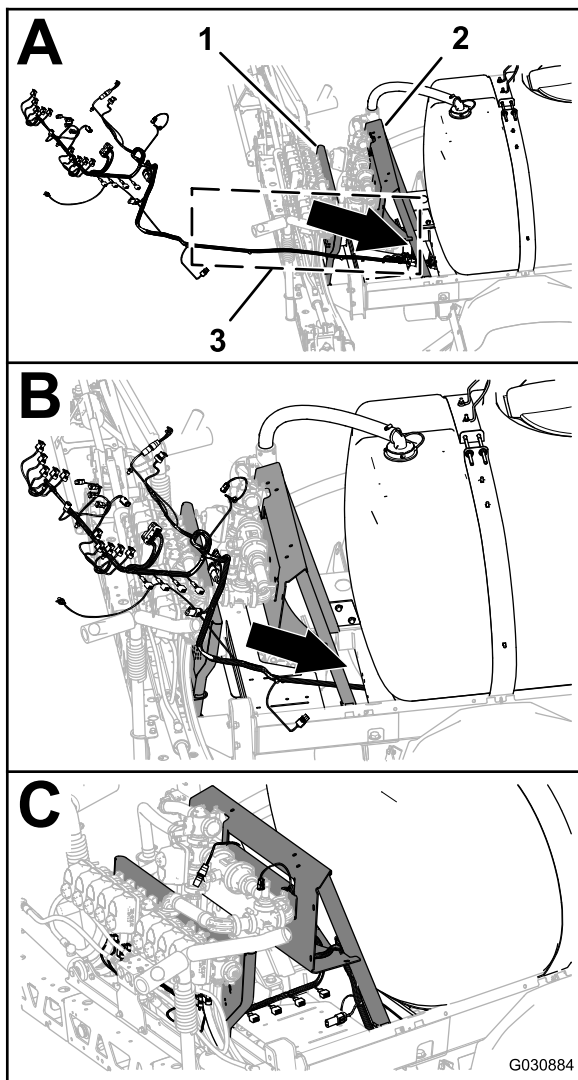

Figure 84
- Acheminez la branche de 165 cm (65 po) et la branche de 203 cm (80 po) du faisceau électrique neuf entre le support des 10 vannes de pulvérisation et le support droit du support de collecteur (Figure 84).